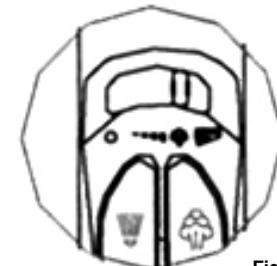

Fig. 3
3. Placez la commande variable de vapeur à la position jet de vapeur. (Fig. 3)
5. Glissez la commande variable de vapeur vers le haut pour obtenir plus de vapeur. (Fig. 3) Lorsque vous utilisez de la vapeur supplémentaire, le fer requiert plus d'eau et il pourrait donc être nécessaire de remplir le réservoir plus souvent. Voir la page 26 pour remplir le fer d'eau.